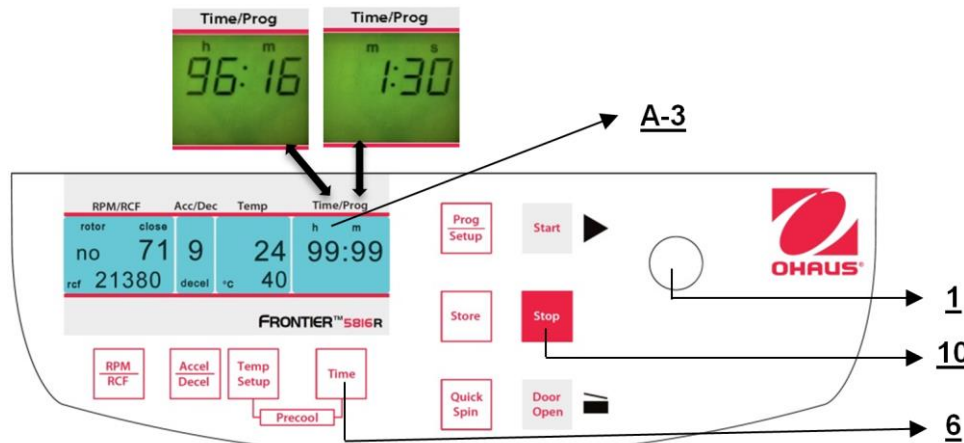

Figura 17
3. La operación continua "**cont**", que puede interrumpirse con el botón "**Stop**" (10) (vea la Figura 17).
Para establecer el valor deseado, use la perilla de ajuste (1). Después de exceder 59 min. 50 seg., la indicación cambia automáticamente a "**h : m**". Después de exceder 99 horas 59 min., aparece la palabra "**cont**" en la pantalla "**Time/Prog**" (A-3). Esta operación continua solo puede interrumpirse al presionar el botón "**Stop**" (10). El conteo regresivo del tiempo inicia una vez que se alcanza la velocidad establecida. La pantalla siempre muestra el tiempo de operación restante. (Vea la figura 17.)